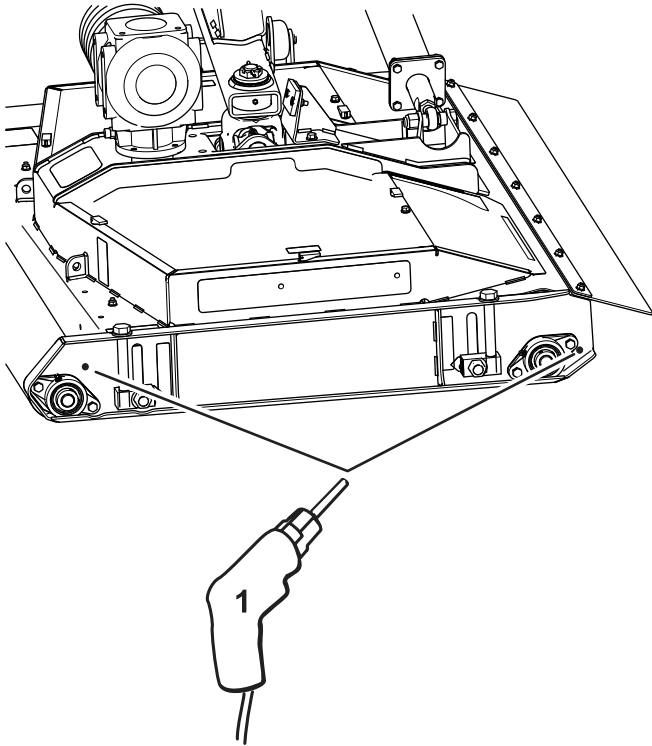

Bild 2
3. Markieren Sie die Position und bohren Sie Löcher mit einem 13/32" Bohrer auf jeder Seite am Ende der Rollen (**Bild 2**).